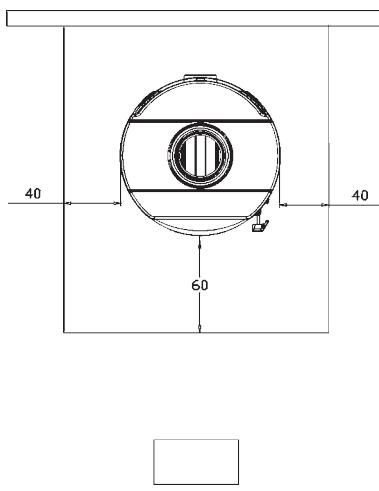

Imagen 4B
c) Se a salamandra estiver localizada numa base inflamável, a base tem de ser protegida com uma não-inflamável (ex. em aço). Este tipo de base tem de sair pelo menos 60cm na frente e 40cm nas laterais, tendo em consideração o espaço adicional para a abertura da porta frontal (Imagen 4B).